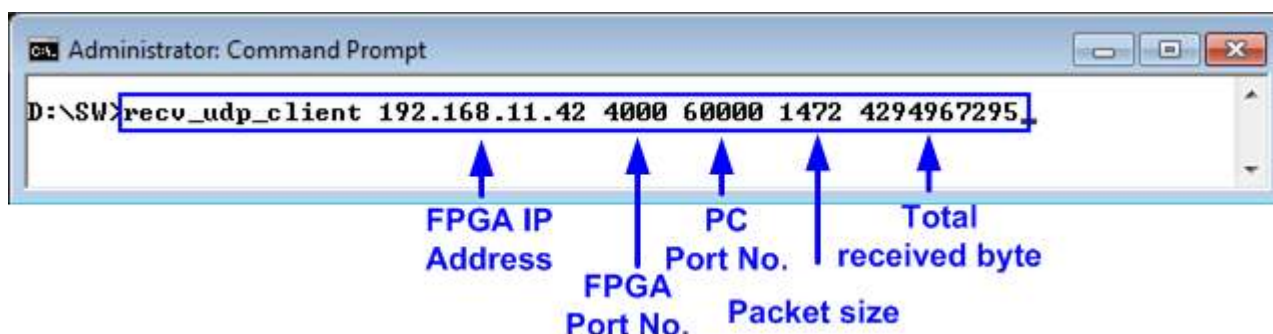

図 4-4: 非ジャンボ・フレームでの"recv\_udp\_client"コマンドライン
- PC 側の DOS 窓を開き、“recv\_udp\_client”テスト・アプリケーションを図 4-4 の引数で実行します。